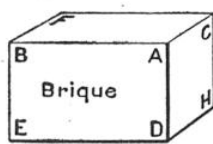
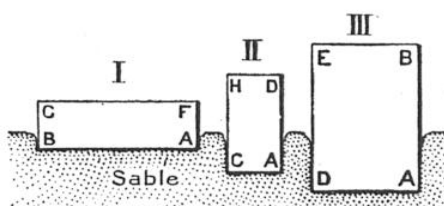

FIG. 4.
FIG. 5.
Pour cela, considérons une brique $AB C D E F H$ (fig. 4), pesant 1.500 grammes et dont les trois dimensions sont $AB=DE=15$ centimètres, $CH=10$ centimètres, $AC=DH=5$ centimètres. Si nous la déposons sur une couche de sable (fig. 5), chacun sait qu'elle s'enfoncera d'autant plus que la surface sera plus petite ; on est amené à dire que la pression sera d'autant plus grande que le trou creusé sera plus profond : la pression est donc une grandeur physique qui croît en même temps que le poids et qui diminue quand la surface de contact augmente ; on obtiendra ainsi la pression en divisant le poids par la surface.
Dans la figure 5, I, la surface de base est 150 centimètres carrés ; la pression est alors 10 grammes par centimètre carré ; de même, en 5, II, la surface n'étant plus que 75 centimètres carrés, la pression sera 20 grammes par centimètre carré ; enfin, en 5, III, la surface tombant à 50 centimètres carrés, la pression atteint 30 grammes par centimètre carré. En d'autres mots, cela signifie que chaque centimètre carré de la surface de base supporte soit 10 grammes, soit 20 grammes, soit 30 grammes. On a donné le nom d'« atmosphère » à une pression voisine d'un kilogramme par centimètre carré.
Une même brique (fig. 4) est déposée sur une couche de sable successivement sur ces trois faces : lorsqu'elle est posée (I) sur sa grande face $ABDE$, la brique s'enfoncé peu ; quand elle repose (III) sur la petite face $ADCH$, elle se creuse un trou profond ; enfin, si on la pose (II) sur la face moyenne $ABCF$, elle s'enfoncé modérément. La pression produite est donc, pour un même poids, d'autant plus grande que la surface est plus petite.